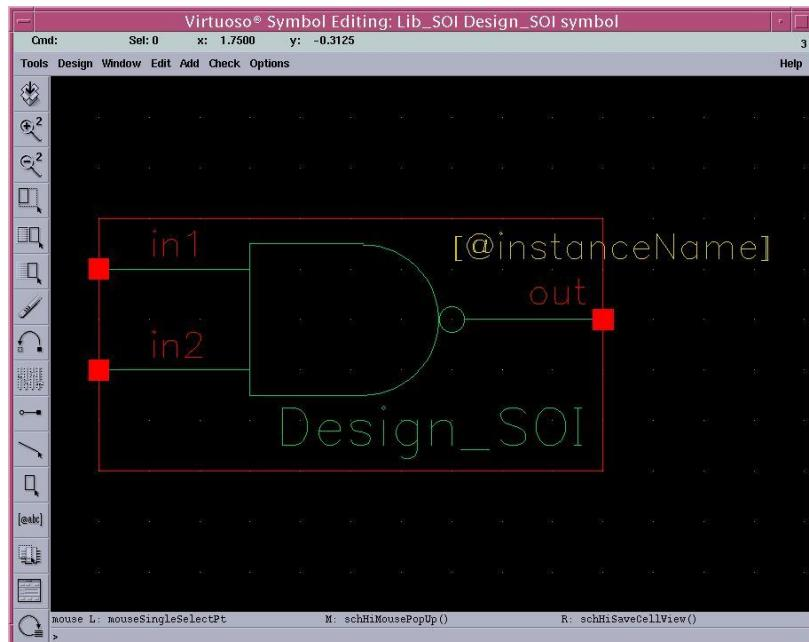

Рис. 5.8. Прорисовка символьного представления элемента.
- 3) После установки всех параметров и нажатия кнопки “OK” будет автоматически создан шаблон символьного представления элемента, который затем может быть отредактирован пользователем в соответствии с его функциональностью (рис. 5.8).